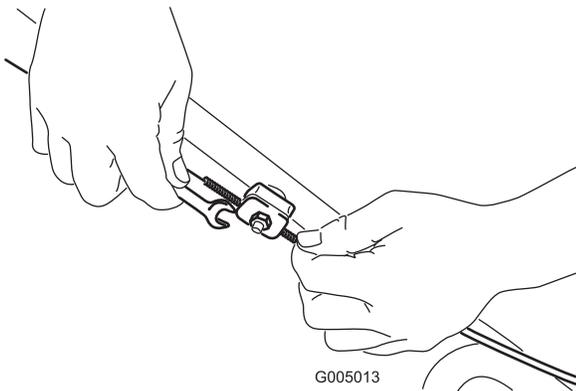

Figura 30
1. Afloje la tuerca del soporte del cable (Figura 30).